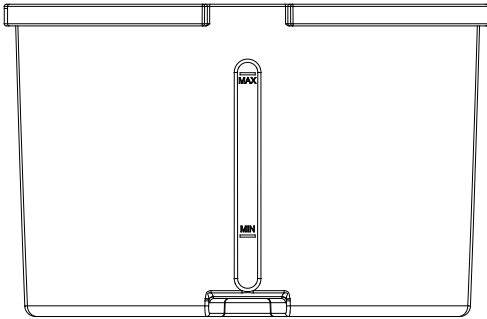

Abb.5
- Bei manueller Wasserbefüllung beachten Sie bitte die Füllstandsanzeige an der Vorderseite des Luftkühlers (Abb. 5).
- Füllen Sie das Wasser nicht über den maximalen Wasserstand hinaus ein. (Abb. 5).